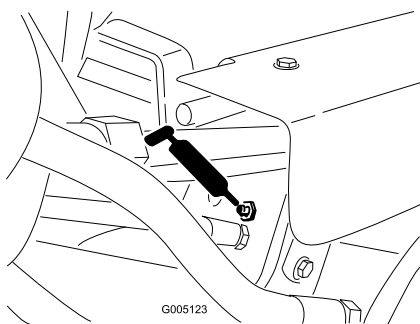

Figura 43
- Cilindros de elevação (3) (Figura 43)